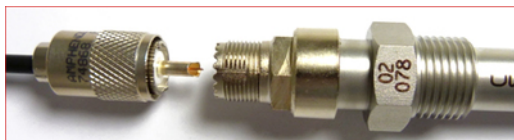

Fig. 10
- Pour assurer la continuité électrique du signal, déposer une goutte de soudure entre l'extrémité du connecteur mâle et l'âme du câble, puis visser l'écrou sur le connecteur mâle (Fig. 10)